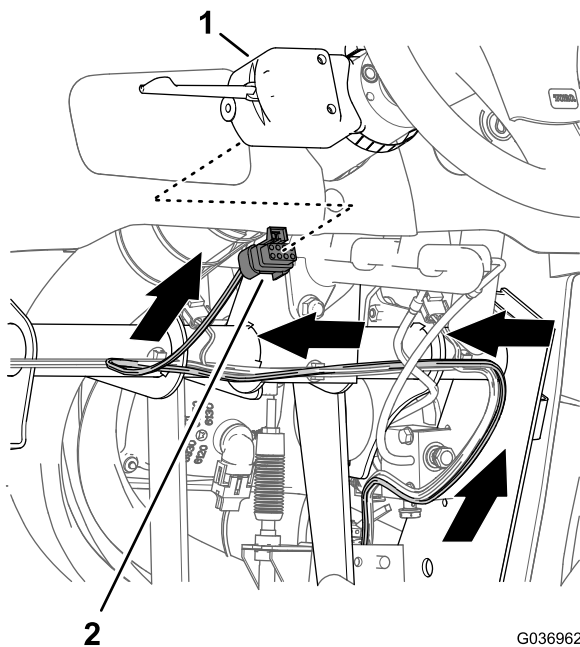

Figura 29
3. Conecte la pata del arnés de cables que tiene un conector hembra de 8 vías al conector de 8 pines del mando de los intermitentes (Figura 29).